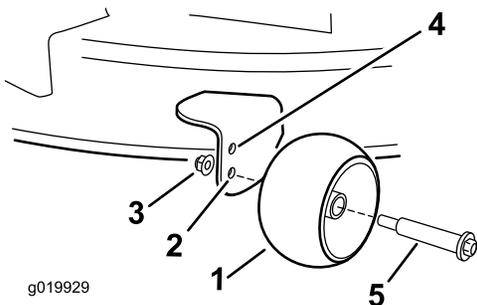

Figura 28
- Furo superior – utilize esta posição com plataforma de corte nas posições de altura de corte de 63 mm e inferiores (**Figura 28**).
- Furo inferior – utilize esta posição com plataforma de corte nas posições de altura de corte de 76 mm e superiores (**Figura 28**).